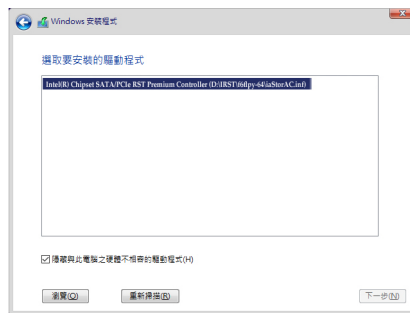

图1
当出现图1的画面后请选择「Intel(R) Chipset SATA/PCIe RST Premium Controller」驱动程序并按「下一步」载入所需的驱动程序。完成后,请继续操作系统的安装。